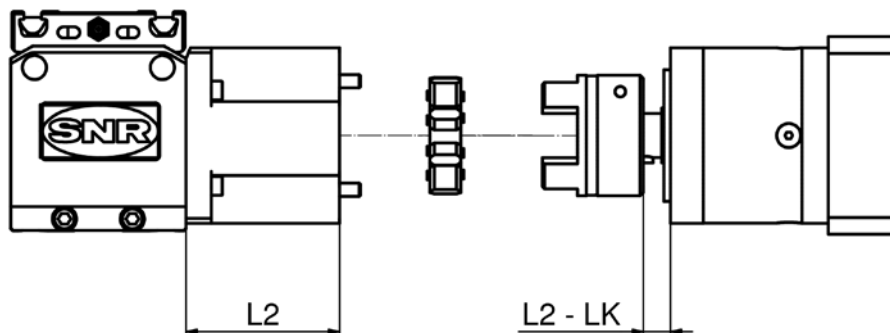

Bild 3.8 _____ Montagemaße
3. Diese Baugruppe auf die, mit dem Antriebskopf **6** verschraubte, Kupplungshälfte mit Elastomer – Zahnkranz aufstecken und mit den Schrauben **7** befestigen. Dabei die Maße LK und L2 (Bild 3.8) aus Tabelle 6.20 in Kapitel 6.2.3.2 berücksichtigen.